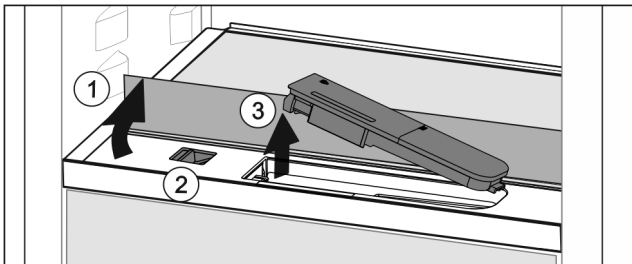

Fig. 171
- ▶ Glasplatte anheben und bis zum Anschlag nach hinten klappen Fig. 171 (1).
- ▶ Schieber Fig. 171 (2) nach links schieben.
- ▶ Wassertank entnehmen Fig. 171 (3).